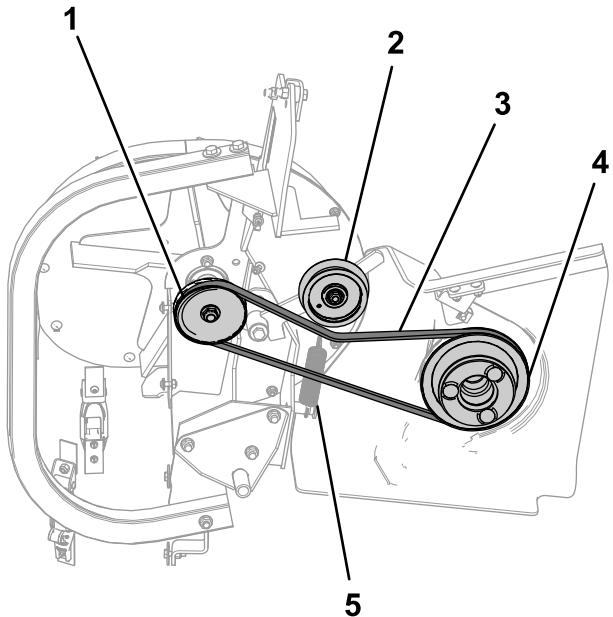

Figure 37
1. Chaussez la courroie du ventilateur sur la poulie d' entraînement, comme montré à la Figure 37.